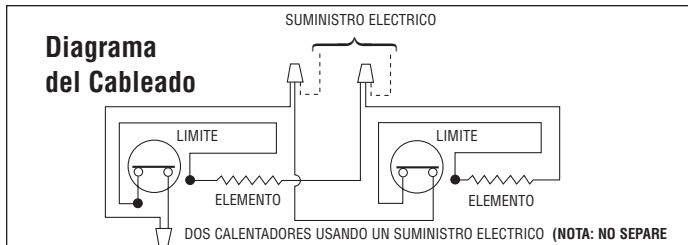

Figura 10. Conexiones de los Cables para Dos Calentadores
- Conecte los cables de los calentadores como lo muestra el Diagrama del Cableado, Figura 10.